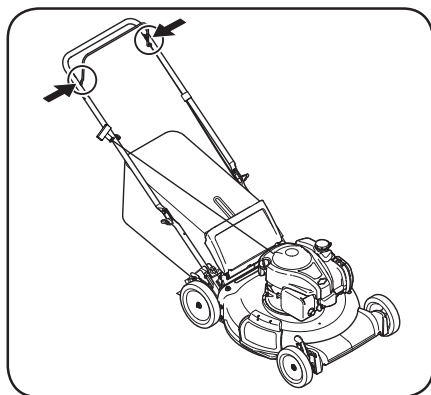

Figure 4-1
1. Lubrifiez les points de pivotement de la commande de lame avec de l'huile légère au moins une fois par saison. La commande doit se déplacer facilement dans les deux directions. Voir Figure 4-1.